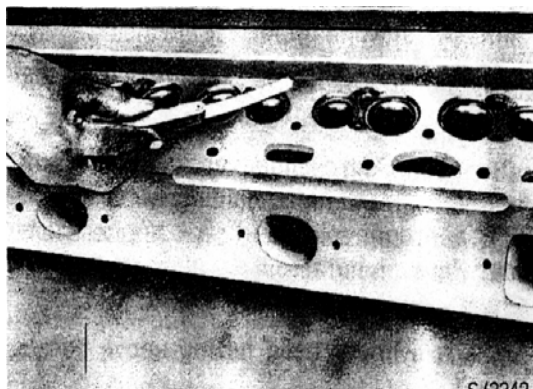

РИС. 70
- 1) Проверьте плоскость разъема головки блока цилиндров на плоскостность лекальной линейкой и щупом (рис. 70).